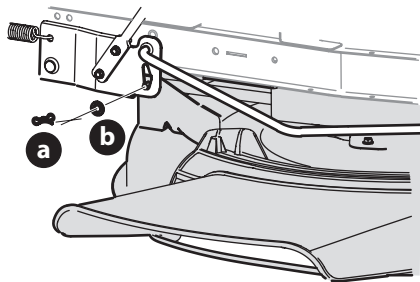

Figure 32
3. Enlevez la goupille papillon (a) et la rondelle plate (b) de l'ensemble de relevage du plateau de coupe et gardez-les pour les utiliser plus tard (Figure 32).
5. Enlevez les goupilles papillon (a) qui maintiennent le plateau de coupe sur l'appareil (Figure 32).